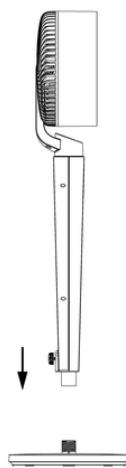

Abb. 1
1. Schrauben Sie den Lüfterkörper an den Sockel (Abb. 1).